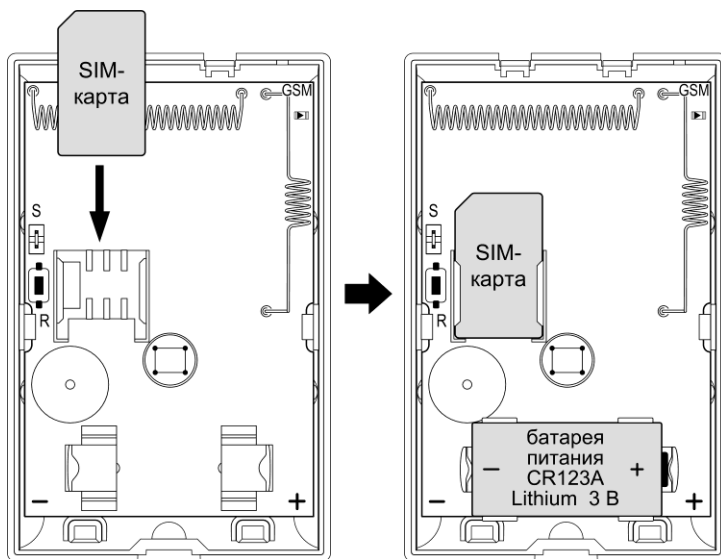

Рис.7 Установка SIM-карты и батареи питания
2. Убедитесь, что SIM-карта установлена в соответствии с рис.7, либо установите SIM-карту (если не установлена) – см. рис.7.
2. Убедитесь, что SIM-карта установлена в соответствии с рис.7.